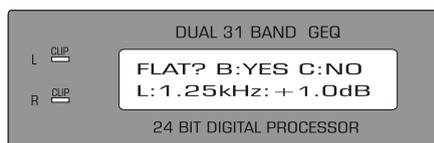

Figura 6: Selección nivelado
5. Si en el menú principal, presiona 5 como indica la figura 5, entra en el modo de Nivelación de ganancia de la frecuencia actual, si presiona B como la figura 6, la ganancia de la frecuencia actual, será nivelada a 0 dB, y regresa al menú principal, si presiona C, cancela la operación y vuelve al menú principal.